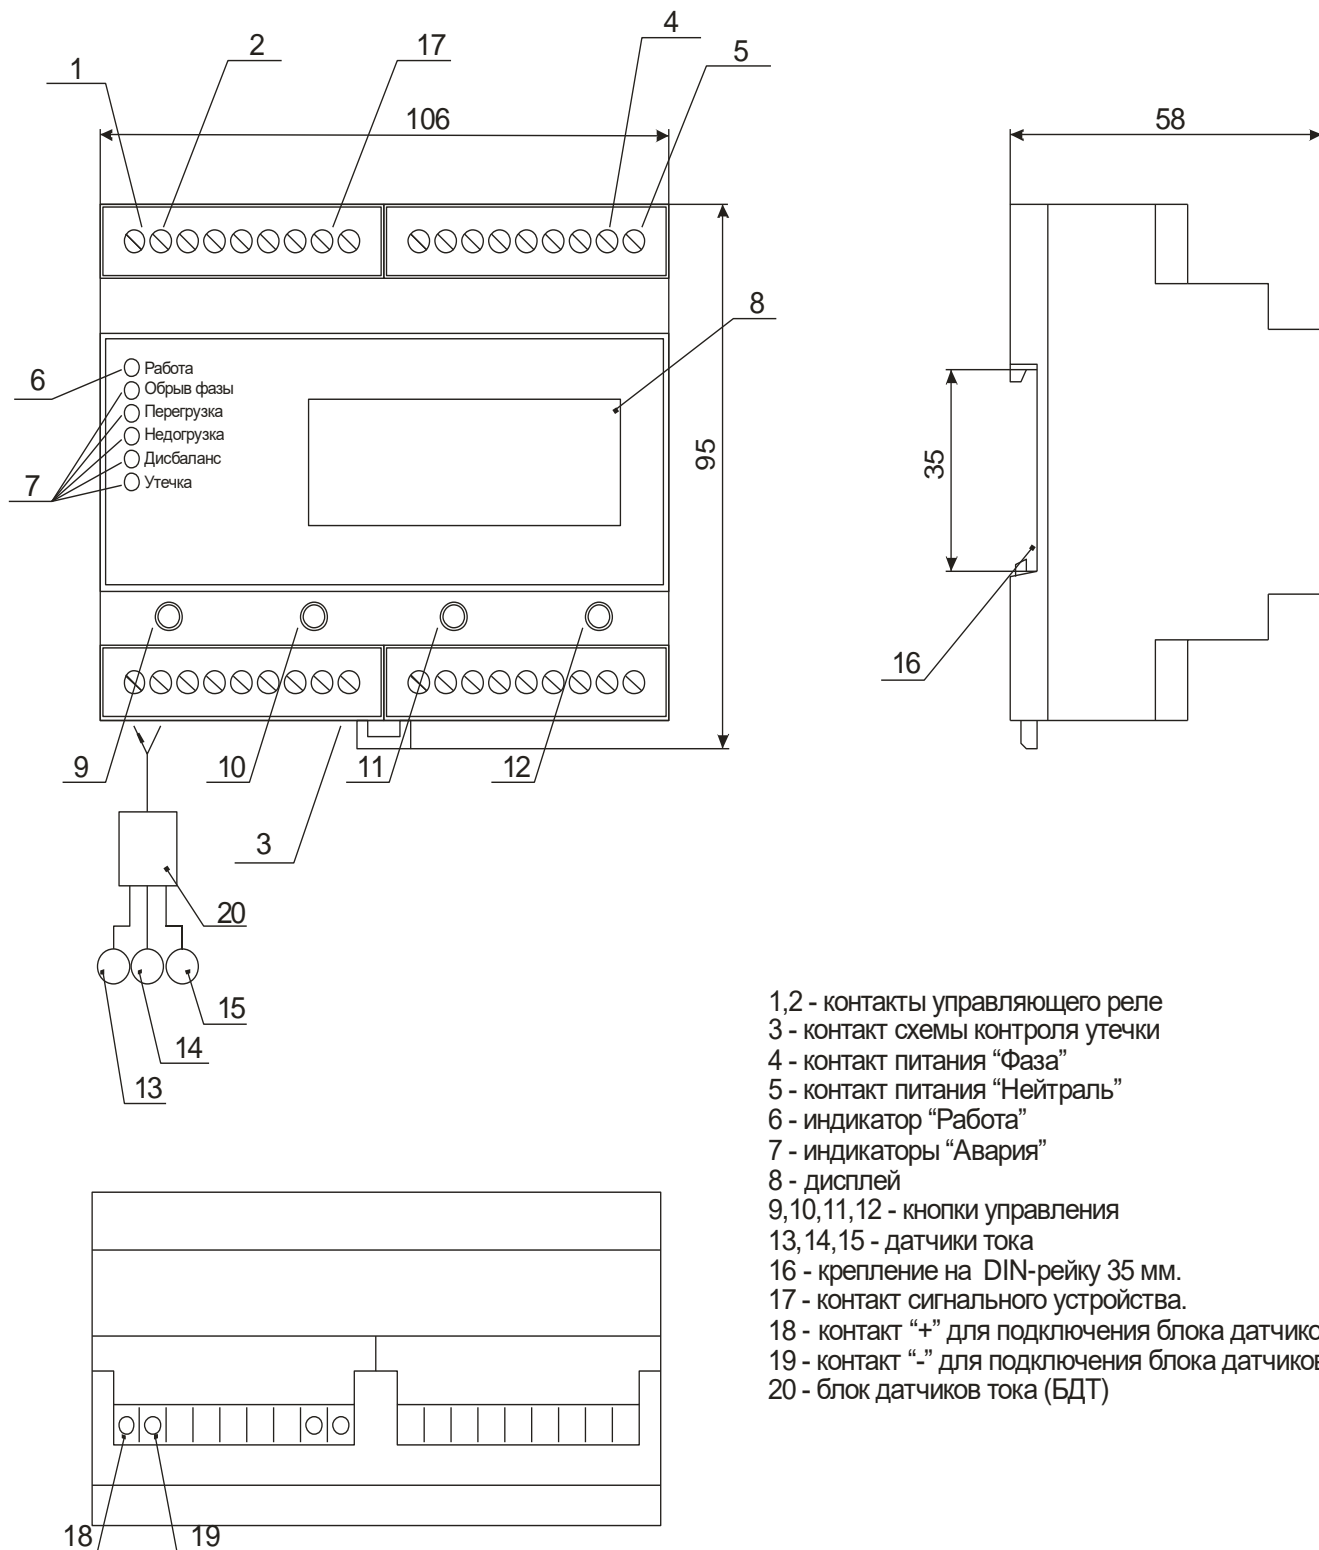

Рисунок 1- общий вид реле РКЗМ-Д, расположение его органов управления и индикации
9.2 Индикация принимаемых пакетов по шине RS-485 осуществляется индикатором «опрос» (рис.1). При приеме адресованного устройству пакета индикатор изменяет свое состояние на противоположное (гаснет или загорается).
9.6.1 Индикация текущего адреса устройства на шине RS-485 осуществляется при включении, с помощью светодиодов «связь» и «опрос» рисунок 1. Адрес может принимать значение в интервале 1 – 247. По умолчанию производителем присвоен адрес - 1.
9.6.3 Одновременно горящие светодиоды «опрос» (рис.1) и «связь» обозначают разряд сотен адреса, отдельно горящий светодиод «опрос» обозначает разряд десятков адреса, отдельно горящий светодиод «связь» обозначает разряд единиц адреса.